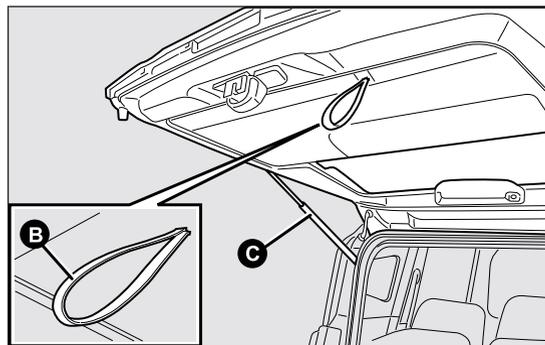

fig. 63
Para cerrar el portón, utilizar la manilla B fig. 63.
**No intentar cerrar el portón haciendo presión en los amortiguadores laterales C fig. 63. Además, prestar atención a no golpear los amortiguadores laterales al cargar el maletero, para evitar que se dañen.**